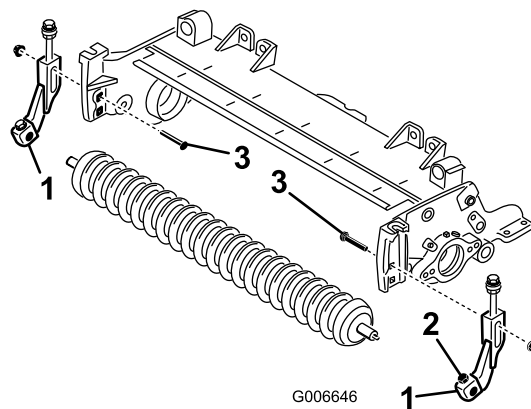

Рисунок 20
15. Установите, не затягивая, правый и левый кронштейны высоты скашивания на имеющийся передний каток, используя новые колпачковые винты 5/16 x 1-1/8 дюйма и фланцевые контргайки 5/16 дюйма. Расположите кронштейны высоты скашивания, как показано на Рисунок 20.
16. Используя верхнее квадратное отверстие в каждой боковой пластине, прикрепите, не затягивая, кронштейны высоты скашивания к боковым пластинам режущего блока с помощью каретных болтов, снятых ранее, и новых фланцевых гаек 3/8 дюйма, расположив их, как показано на рисунке Рисунок 20.
18. Установите каток по центру между кронштейнами и закрепите его на месте с помощью колпачковых винтов и контргаек на кронштейнах (Рисунок 20).